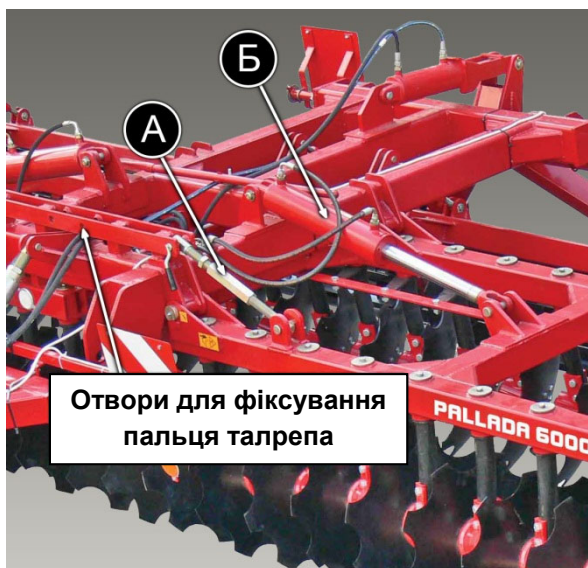
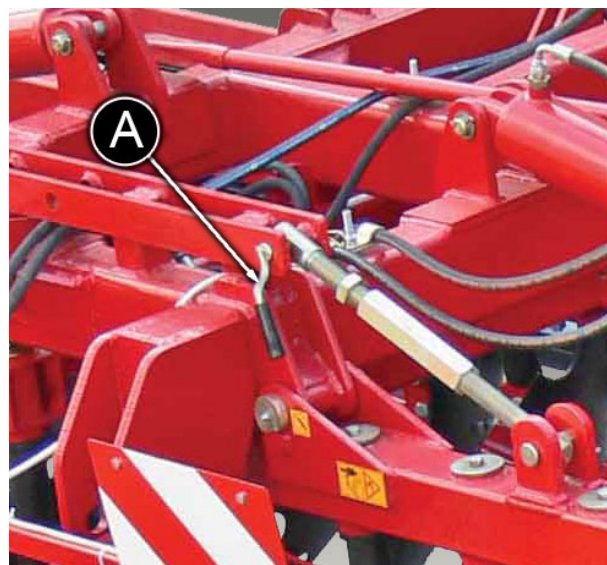

Рисунок 5. Секції в робочому положенні
Рисунок 6. Фіксація талрепа в отворах на передній рамі борони
7. За допомогою гідравлічної системи опустіть обидві секції в робоче положення (секції повністю опущені (рисунок 5), штоки гідроциліндрів
піднімання (опускання) секцій повністю витягнуті (рисунок 5, поз. Б)). **Ніколи не піднімайте або опускайте секції під час руху агрегату.**
8. Зафіксуйте секції в робочому положенні за допомогою талрепів (рисунок 5, поз. А), вставивши пальці в отвори на передній частині рами (рисунок 6, поз. А).